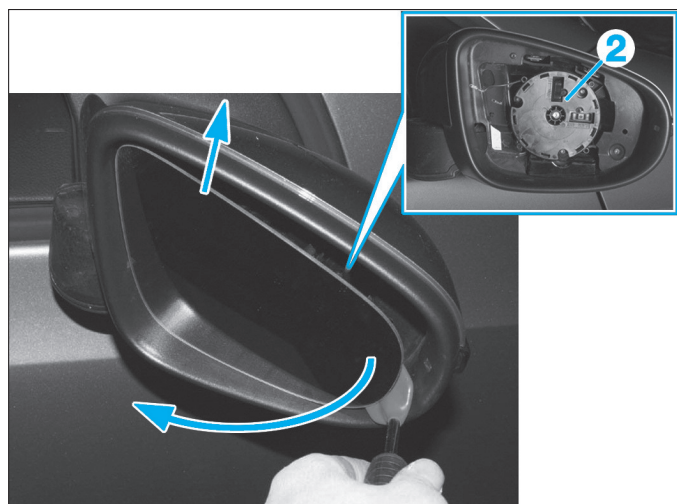

Fig. 61
- A l'aide d'une spatule, basculer la glace (1), puis l'extraire de son support (2) (Fig.61).